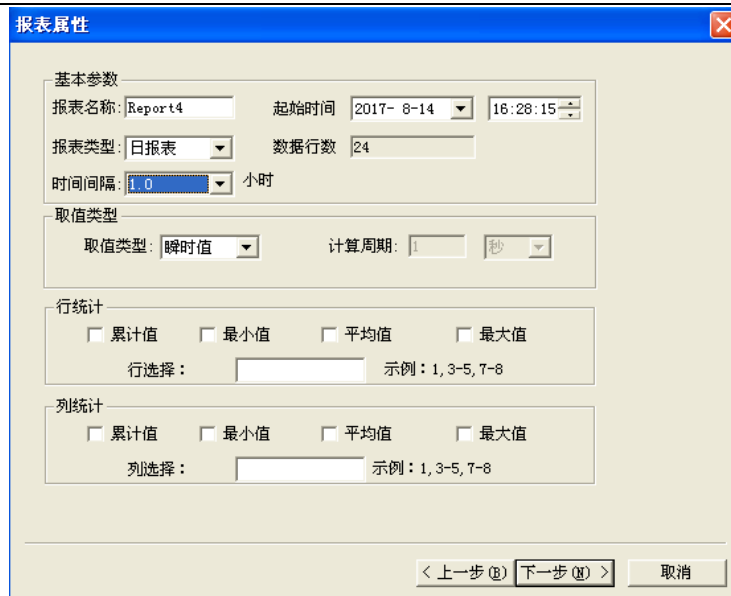

图 8-35
8、选择的变量在图 8-34 中显示的顺序与报表中的显示顺序是一致的，如果想调整某个变量顺序，可单击选中该变量，通过“变量上移”“变量下移”按钮调整变量在窗口中的显示顺序。之后，点击“下一步”，显示如图 8-35。
9、“报表名称”默认为所编辑报表的名称，不必设置，根据我们制作日报表的要求，设置的参数在图 8-35 已经都设置完成了，在此需要说明的是“行统计”这个参数中“行选择”是需要统计的报表的行设置，此处设置 1-24，也就是将填充数据行的第 1 行一直到第 24 行都要进行统计，这个地方是不需要考虑表头的。“列选择”同理。点击“下一步”，弹出图 8-36 所示的对话框。